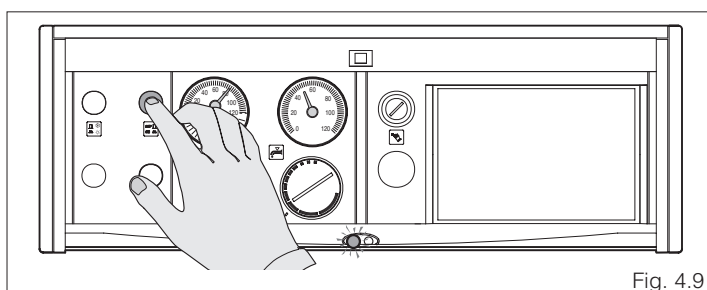

Fig. 4.9
- intervenendo sull'interruttore principale del quadro di comando (fig. 4.9)